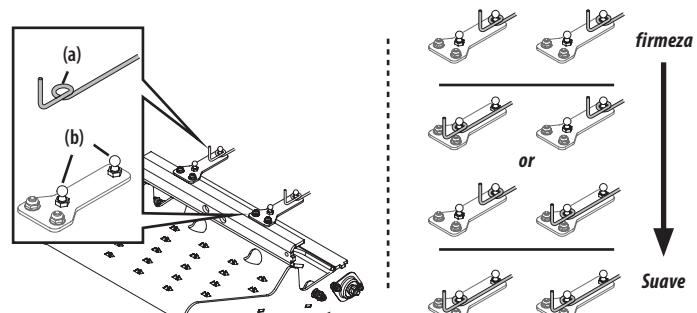

Figura 8
La firmeza de la suspensión de la plataforma del operador de la cortadora es ajustable. Si mueve las dos varillas de ajuste a una de las cuatro combinaciones (recuadro de la Figura 8) tendrá una suspensión más firme o más suelta de la plataforma del operador.
- NOTA:** consulte el recuadro de la Figura 8 para ver las ubicaciones de las posiciones de parada para la firmeza de suspensión deseada.